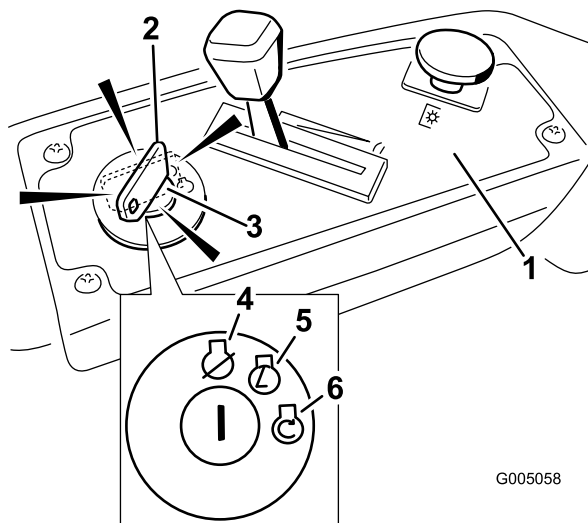

Figura 12
4. Gire la llave de contacto a Arranque para activar el motor de arranque. Cuando el motor arranque, suelte la llave (Figura 12).
2. Ponga el acelerador a un punto entre Rápido y velocidad media (Figura 12).